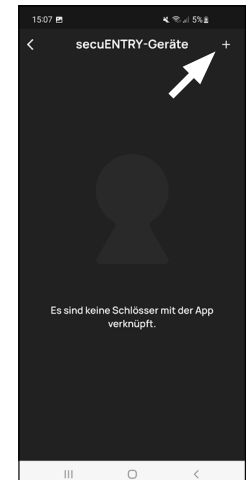

Abb. 2
- ② Die App zeigt eine Auflistung der bereits registrierten Zylinder. Bei der Ersteinrichtung ist diese leer. Um einen neuen Zylinder einzurichten, tippen Sie auf das „+“ oben rechts (Abb. 2).